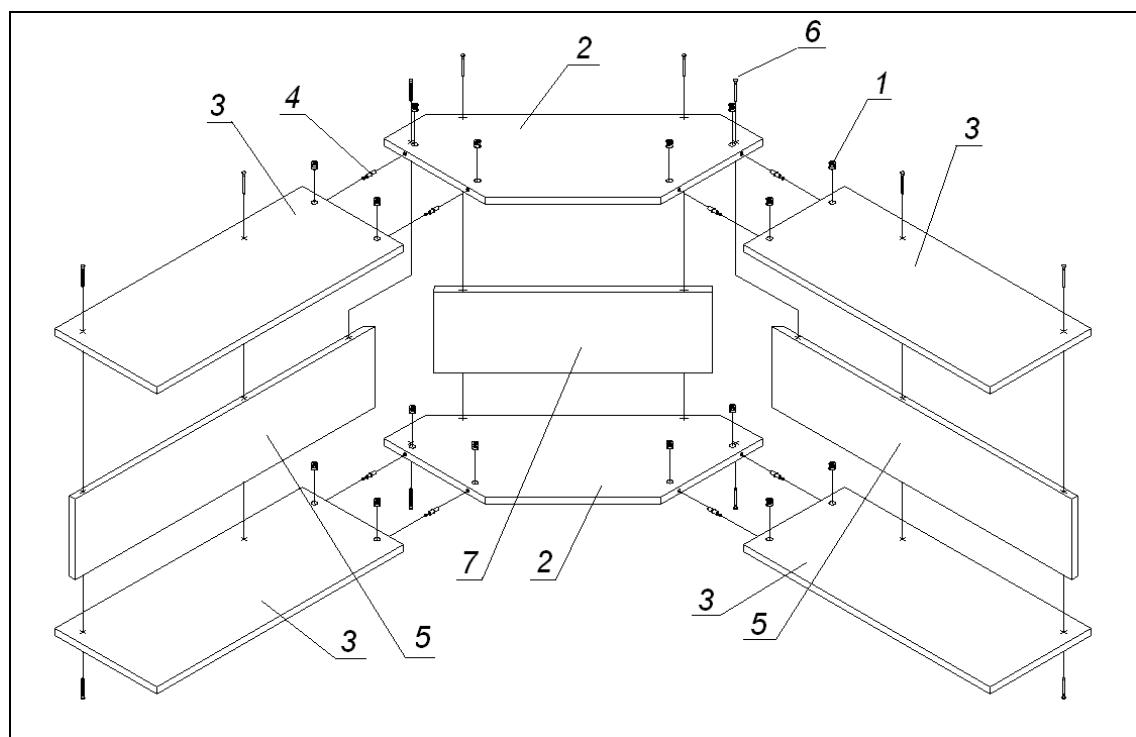

Рис. 44
- используя специальные отверстия в боковинах колонны (2), закрепить направляющие выдвижных ящиков (1) (если они входят в состав модуля);
- в боковины (2) модуля установить винты эксцентриковых стяжек (3);
- в горизонтальные щиты каркаса вставить шканты (4) и эксцентрики (5);
- закрепить горизонтальные щиты (6) на одной из боковин (2);
- в пазы боковины (2) и крайних горизонтальных щитов (6) вставить ДВП (7);
- присоединить вторую боковину (2);
- вставить эксцентрики (1) в отверстия деталей (2) и (3) (Рис. 44);